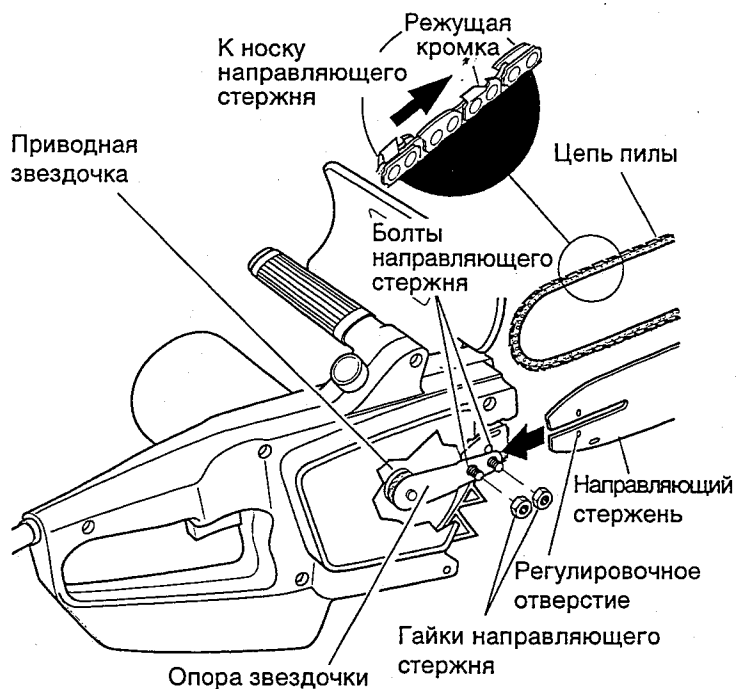

Рис. 3. Сборка направляющего стержня, цепи и ограждения для руки
2. Снимите гайки направляющего стержня с болтов направляющего стержня (см. рис. 3).
6. Наденьте цепь на приводную звездочку, протяните ее вдоль верхней канавки направляющего стержня и наденьте на носок направляющего стержня. *Примечание.* Убедитесь в правильном положении режущих кромок цепи. Установите цепь таким образом, чтобы ее режущие кромки над направляющим стержнем были обращены к носку направляющего стержня (см. рис. 3).
1. Прежде чем приступить к регулировке натяжения цепи, убедитесь в том, что гайки направляющего стержня затянуты вручную (см. рис. 3, стр. 7). Кроме того, убедитесь в том, что регулировочный блок находится в овальном регулировочном отверстии, предусмотренном в направляющем стержне (см. рис. 3 и 4, стр. 7).